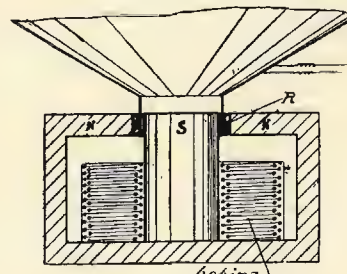

Fig. 1.
La fig. 1 riproduce una sezione trasversale di un altoparlante elettrodinamico munito di una robusta calamita elettrica, costituita da un nucleo in ferro dolce (S), una bobina di eccitazione e un corpo (N). Se si fa passare attraverso la bobina di eccitazione una corrente continua questa crea un forte campo magnetico la cui intensità è più densa nel giogo anulare (R) dove oscilla la bobina dell'altoparlante. Essendo la bobina fissata rigidamente alla membrana, questa ultima è obbligata a seguire fedelmente le oscillazioni con il medesimo ritmo di frequenza fonetica.